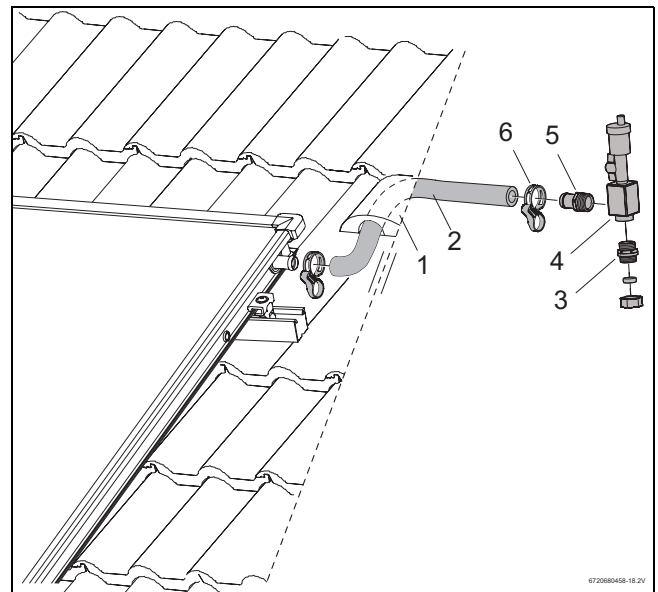

Bild 51 Solarschlauch an Vorlaufanschluss montieren
- ▶ Solarschlauch (1000 mm, Bild 51, [2]) auf den Vorlaufanschluss des Kollektorfeldes aufschieben und mit Federbandschelle fixieren.
- ▶ Solarschlauch zusammen mit dem Fühlerkabel durch die Entlüftungspfanne (Bild 51, [1]) und durch die Dachisolierung führen.
- ▶ Schlauchtülle R $\frac{3}{4}$ mit O-Ring (Bild 51, [5]) und Doppelnippel mit O-Ring (Bild 51, [3]) in den Lufttopf (Bild 51, [4]) einschrauben.
- ▶ Schlauchtülle bis zum Anschlag in den Solarschlauch schieben und mit Federbandschelle sichern (Bild 51, [6]).
- ▶ Sammelleitung an die Klemmringverschraubung (Bild 51, [3]) anschließen.